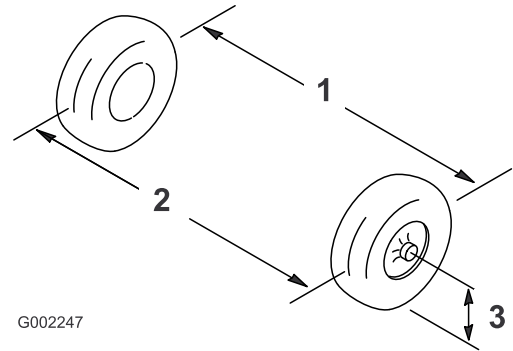

图 89
2. 以轮轴的高度为标准测出前轮的轮前距离和轮后距离 图 89。